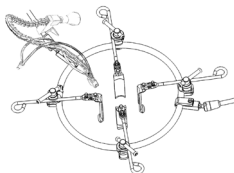

Abbildung 8
- Der **flexible Arm mit Lichtkabel** kann beliebig positioniert und bei Bedarf nachjustiert werden. Ziehen Sie die große blaue Feststellschraube fest, um den Arm in der Position zu arretieren (Abbildung 8).